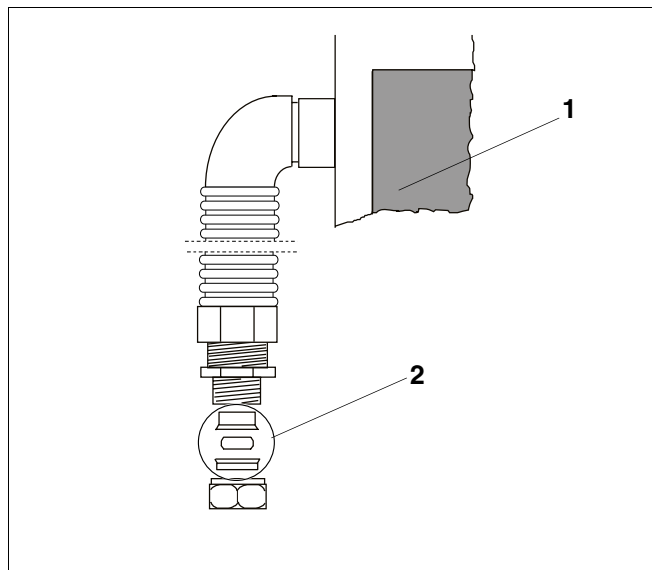

Fig. 5 Retirer les bagues de serrage
- Remplacez les bagues de serrage selon le graphique par des kits 18 mm x 15 mm (fig. 5, **pos. 2**).